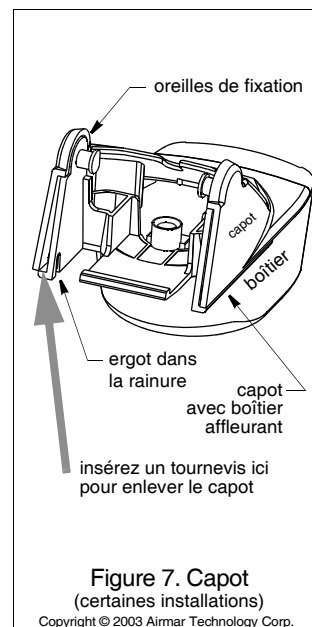

Figure 7. Capot (certaines installations)
3. Insérez un tournevis plat entre le capot et le boîtier du capteur (Figure 7). Écartez successivement chaque côté.
1. Écartez horizontalement les côtés du capot (Figure 7).